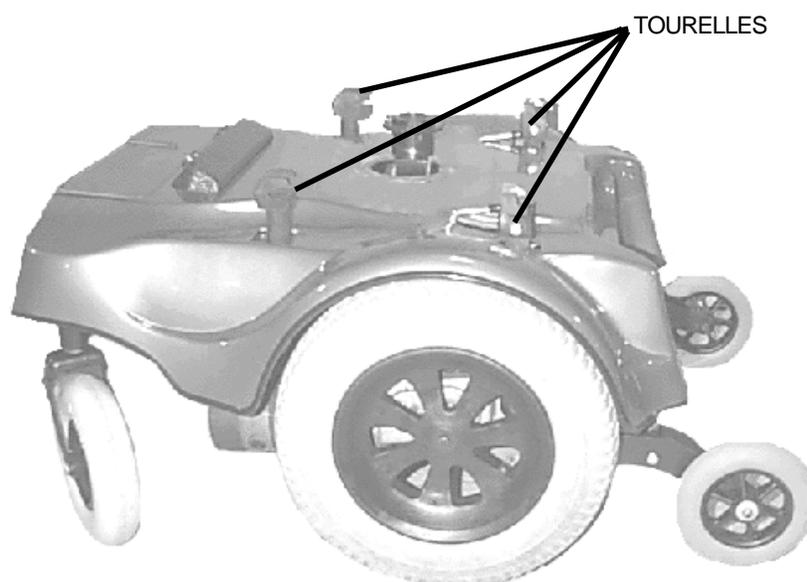

FIGURE 20.
2. Installez les quatre tourelles dans leurs trous respectifs au réglage le plus bas. **Voir la figure 20.**